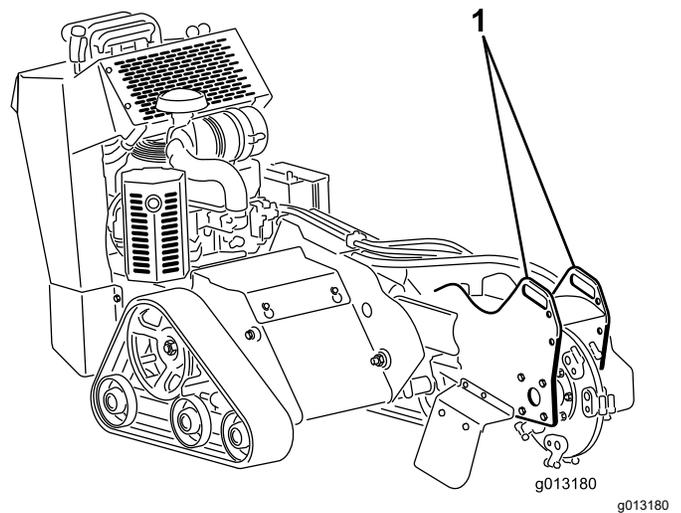
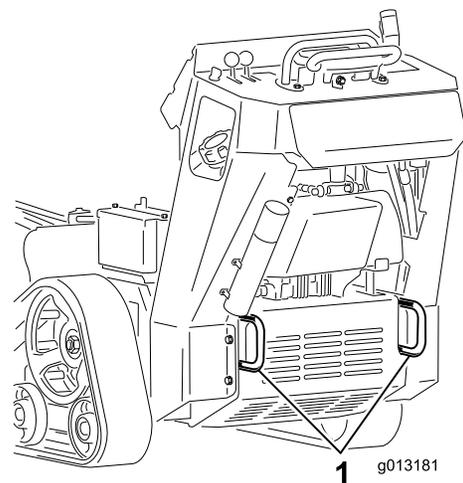

図 21
図 22
3. マシンの前後にあるロープ掛けポイントを利用して、ロープやチェーンなど適切なものでトレーラに機体を固定する 図 21 と 図 22。ロープ掛けや積荷固定についてはそれぞれの地域の法令などを順守してください。
ロープ掛けポイントを吊り上げポイントとして利用することができます 図 21 と 図 22。